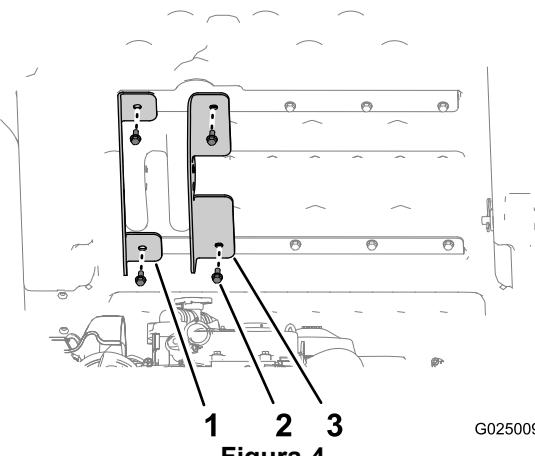

Figura 4
3. Alinhe o suporte exterior do elevador (o suporte com as flanges curtas) com os furos exteriores nos suportes superior e inferior da caixa (Figura 4).
4. Prenda o suporte exterior da caixa à caixa com os 2 parafusos que removeu no passo 1 e aperte os parafusos manualmente (Figura 4).
5. Alinhe o suporte interior do elevador (o suporte com as flanges compridas) com os furos interiores nos suportes superior e inferior da caixa (Figura 4).
- Prenda o suporte interior da caixa à caixa com os 2 parafusos que removeu no passo 2 e aperte os parafusos manualmente (Figura 4).
- Aperte os 4 parafusos (5/16 x 3/4 pol.) que prende os suportes interno e externo do elevador à caixa (Figura 4) com 15 a 16,6 Nm.